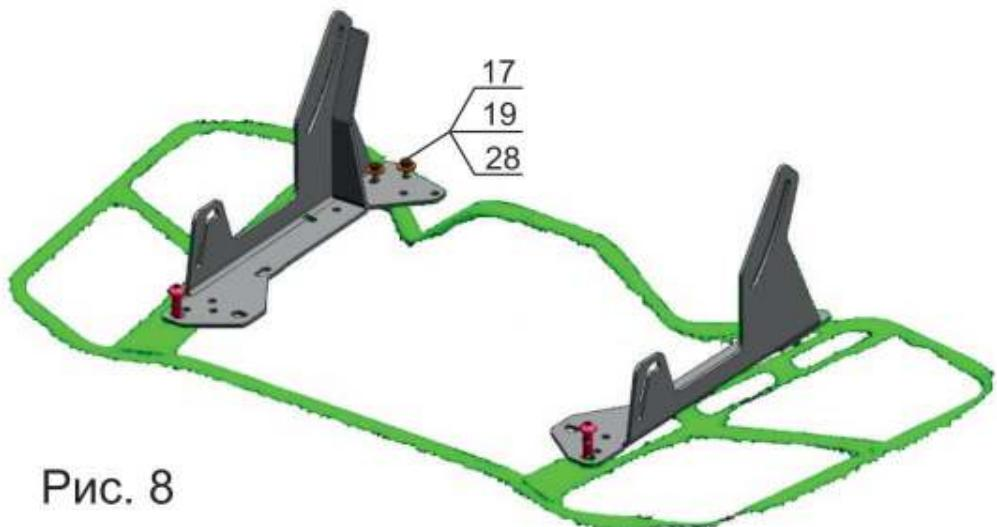

Рис. 8
4. Установить крепления поз. 2 на багажник квадроцикла, в задней части закрепить к трубе багажника хомутами поз. 28, гайками M6 поз. 17, шайбами поз. 19. В передней части у модели RM 500 Рысь, закрепить также при помощи хомутов к трубе багажника. У остальных моделей закрепить с помощью штатных болтов крепления багажника (рис. 8, 9).